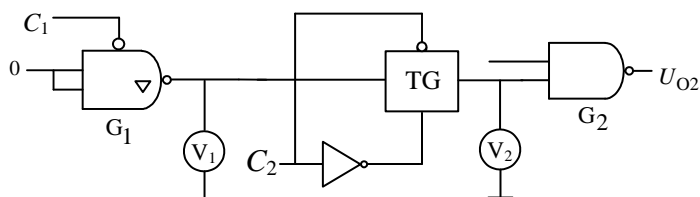

图 2
(2) 图 2 中门电路 G_1 和 G_2 为 TTL 门电路, 并假设传输门导通电阻可忽略, 分别填写 C_1 和 C_2 不同电平下电压表 V_1 和 V_2 电压值 (TTL 门电路输出高电平 3.6V, 输出低电平 0.3V):